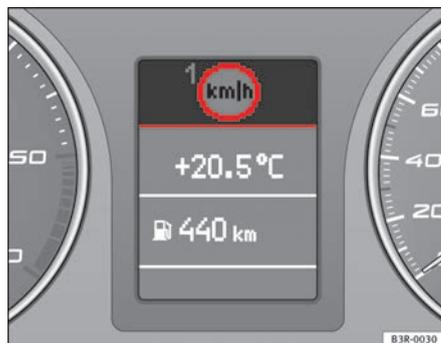

Fig. 56 Afficheur : Dispositif d'alerte de dépassement de vitesse
Le dispositif d'alerte de dépassement de vitesse avertit le conducteur s'il dépasse la vitesse maximale programmée auparavant. Dès que la vitesse du véhicule dépasse d'environ 10 km/h la vitesse programmée, un signal d'alerte retentit. Un symbole d'alerte  $\Rightarrow$  fig. 56 apparaît simultanément à l'afficheur.
Le symbole d'alerte de dépassement de vitesse  du seuil d'alerte 1  $\Rightarrow$  fig. 56 apparaît à l'afficheur lorsque la vitesse du véhicule dépasse la vitesse maximale mémorisée. Il disparaît lorsque la vitesse de la voiture est de nouveau inférieure à la vitesse maximale mémorisée.
- Pressez la touche CHECK jusqu'à ce que le symbole  page 85, fig. 56 s'affiche. ■